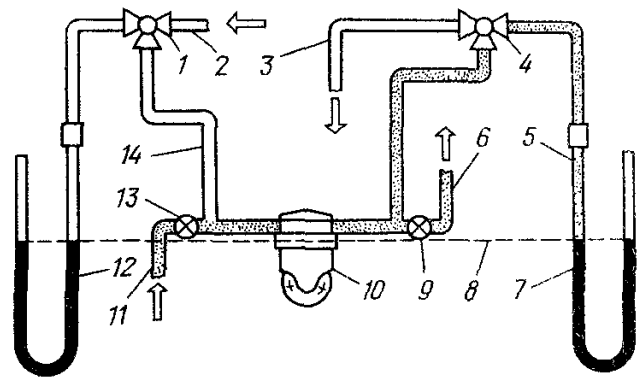

Рис. 43. Схема прибора для проверки топливных насосов:
2. Насос проверяют на специальном приборе (рис. 43). Прибор должен обеспечивать высоту всасывания и нагнетания (500 ± 50) мм. При проверке на этом приборе бензиновый насос должен удовлетворять следующим требованиям: